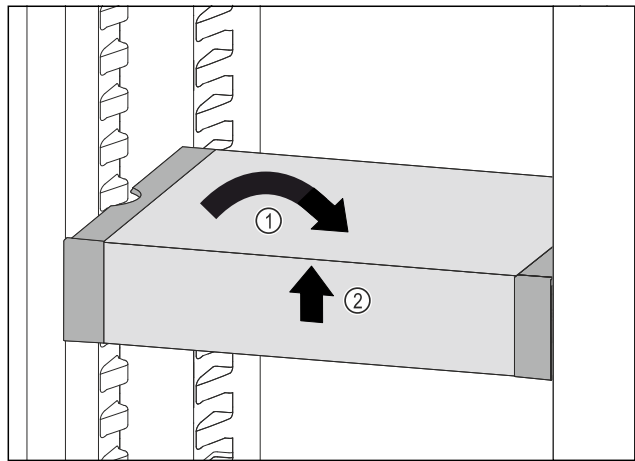

Fig. 72
- ▶ VarioSafe recht zetten. Fig. 72 (1)
- ▶ VarioSafe aan voorkant optillen. Fig. 72 (2)